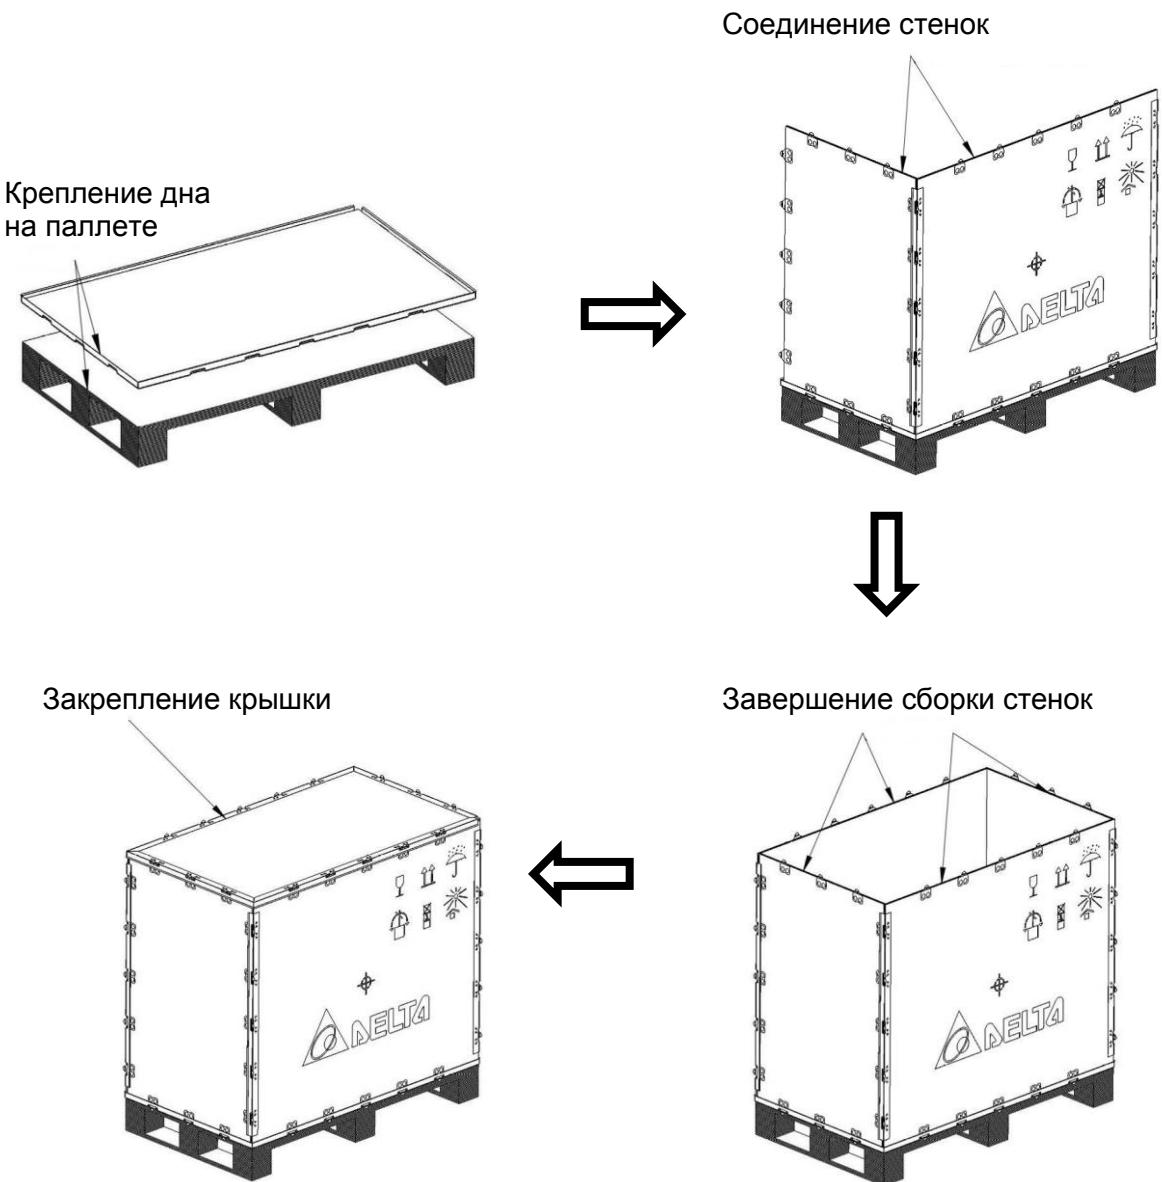

Рис. 6-4 Этапы сборки короба
- В процессе установки MVD на паллете выполните сборку наружного короба. Сначала закрепите дно на поверхности паллеты, при этом все гвозди должны быть забиты заподлицо, без каких-либо отклонений и выпуклостей. После установки дна с помощью замков необходимо закрепить переднюю, заднюю и боковые стенки. В последнюю очередь устанавливается верхняя крышка. Последовательность сборки показана на Рис. 6-4.